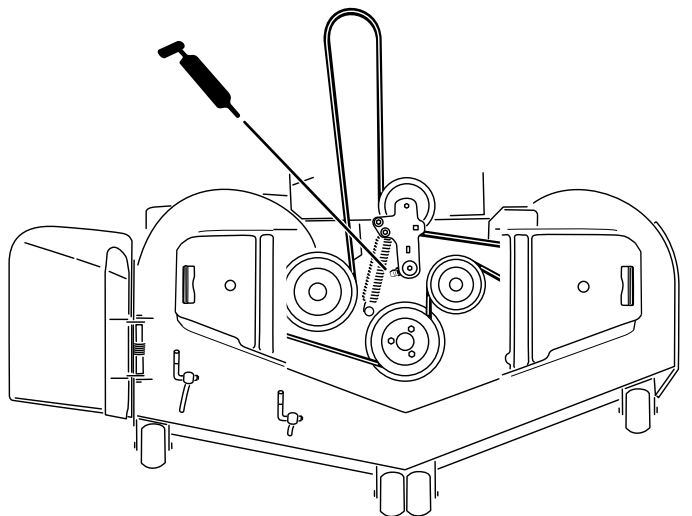

Figura 48
5. Lubrificate il perno della puleggia tendicinghia del piatto di taglio finché non fuoriesce grasso dalla parte inferiore (**Figura 48**).